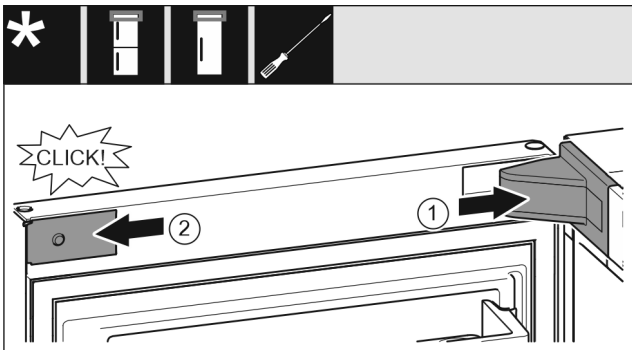

Fig. 20
- ▶ Встановіть та зафіксуйте кришку опорного кронштейна, у разі необхідності – обережно розтисніть. Fig. 20 (1)
- ▶ Встановіть збоку і зафіксуйте накладку. Fig. 20 (2)